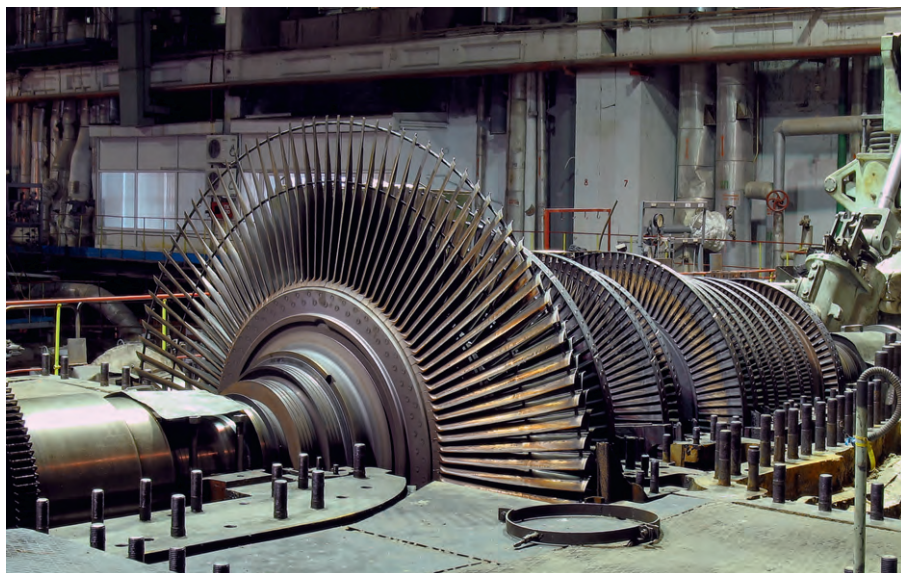

Рис. 2. Паровая турбина
- **Объём данных.** Например, тепловая электростанция с двумя энергоблоками общей мощностью 450 МВт имеет объём 70 000 сигналов ввода-вывода по всем системам автоматизации основного и вспомогательного оборудования, которые, в свою очередь, ежедневно увеличивают объём «сырых» данных на десятки гигабайт. Сигналы от газовых и паровых турбин (рис. 2) формируют относительно небольшой пакет данных, но по причине скорости физических процессов эти данные могут меняться с очень высокой частотой, что также ведёт к очень большому трафику, например, данные виброконтроля оборудования.